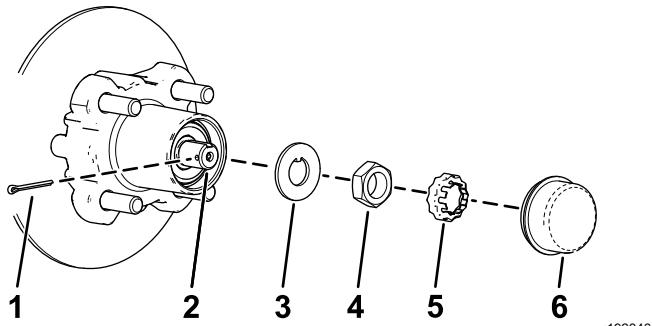
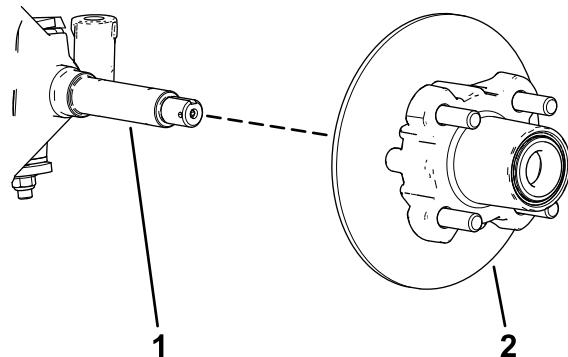

Figura 37
Figura 38
4. Rimuovete il coperchietto antipolvere dal mozzo (Figura 37).
5. Rimuovete la coppiglia e il fermadado dal mandrino e dal relativo dado (Figura 37).
6. Rimuovete il dado del mandrino dal mandrino e separate il gruppo mozzo e rotore dal mandrino (Figura 37 e Figura 38).